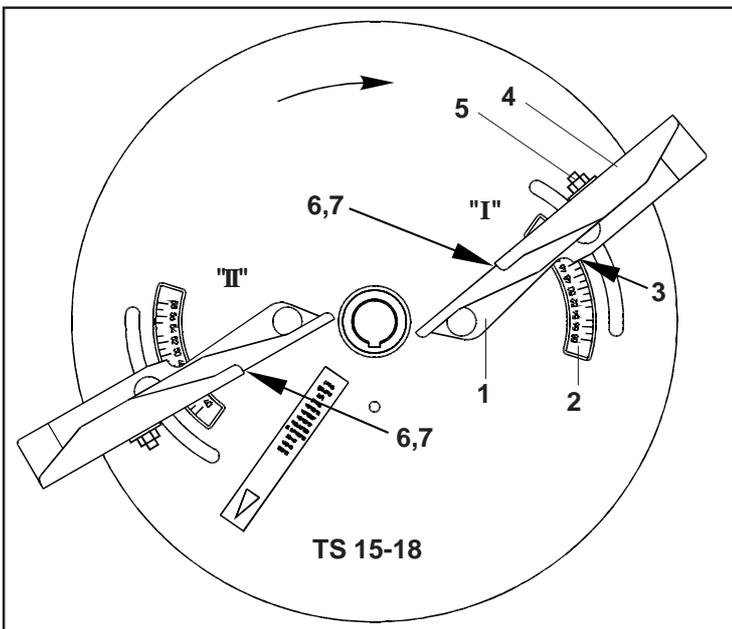

Fig. 7.24
- Réglez l'arrête de lecture (fig. 7.24/7) de l'aube « I » sur "A" et bloquez en position l'extrémité de l'aube. Réglez et bloquez en position l'aube « I » sur la graduation « 33 ».
- Réglez l'arrête de lecture (fig. 7.24/7) de l'aube « II » sur "C" puis bloquez l'extrémité de l'aube en position. Réglez et bloquez en position l'aube « II » sur la graduation « 43 ».